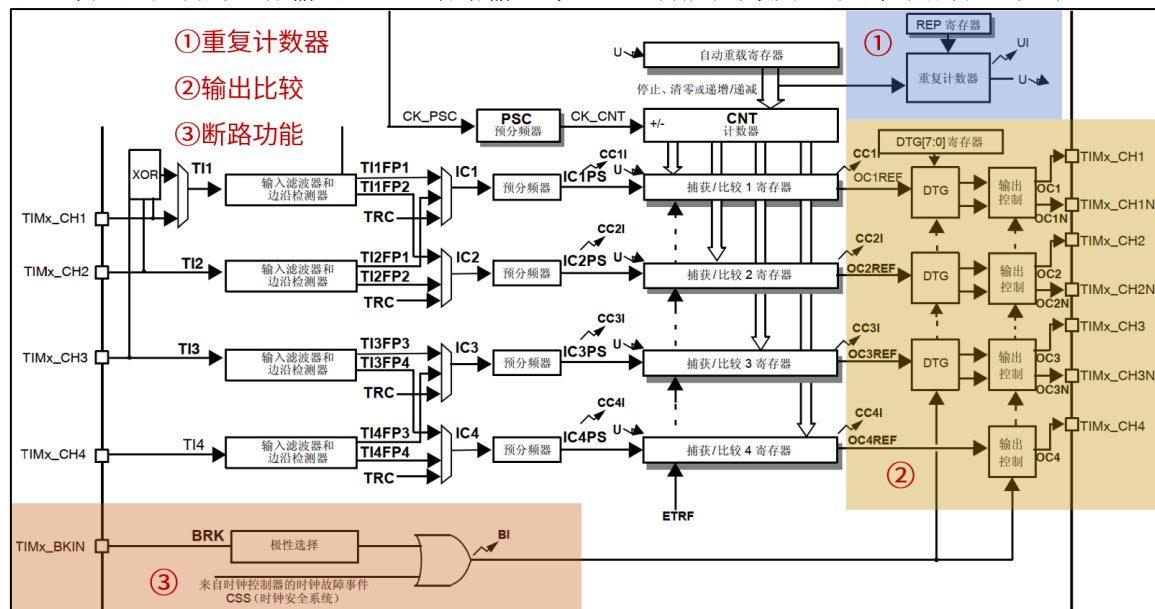

图 22.1.1 高级定时器框图
② 输出比较
高级定时器输出比较部分和通用定时器相比，多了带死区控制的互补输出功能。图 22.1.1 第②部分的 TIMx_CH1N、TIMx_CH2N 和 TIMx_CH3N 分别是定时器通道 1、通道 2 和通道 3 的互补输出通道，通道 4 是没有互补输出通道的。DTG 是死区发生器，死区时间由 DTG[7:0] 位来配置。如果不使用互补通道和死区时间控制，那么高级定时器 TIM1 和 TIM8 和通用定时器的输出比较部分使用方法基本一样，只是要注意 MOE 位得置 1 定时器才能输出。